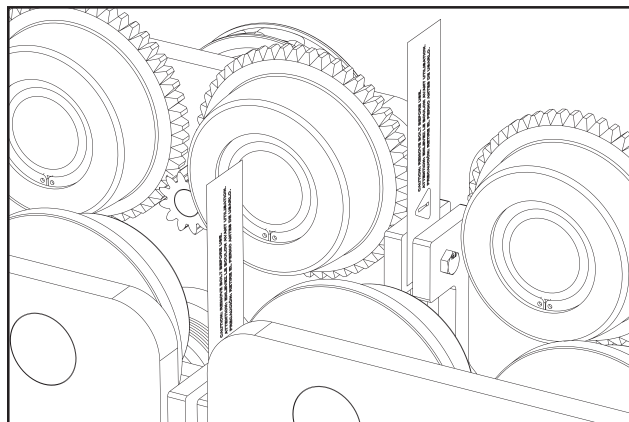

Figure 5 - Étiquette d'avertissement
- Les unités de palan à chariot intégré de 15 et 20 Tonnes sont livrées par le fabricant avec les deux chariots reliés par un boulon vissé au travers des trous de montage des pare-chocs. Il y a un boulon de chaque côté. Ces boulons doivent être retirés avant la mise en service. Faute de quoi, la friction de la roue sur la poutrelle et la performance du chariot sur une poutrelle avec courbures peuvent être affectées. Pour plus de détails, voir la Figure 5.